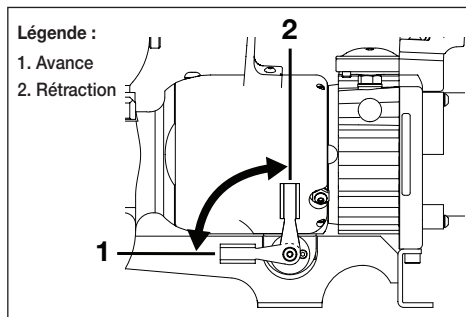

Figure 5, Positions du levier directionnel
Le levier directionnel est situé sur le côté gauche de l'outil. La position du levier détermine le sens de déplacement du piston lorsque le sectionneur est actionné. Voir la Figure 5.
4. Assurez-vous que le levier directionnel est en position avance (position 1). Voir la Figure 5.
11. Déplacez le levier directionnel vers la position de rétraction (position 2). Voir la Figure 5.